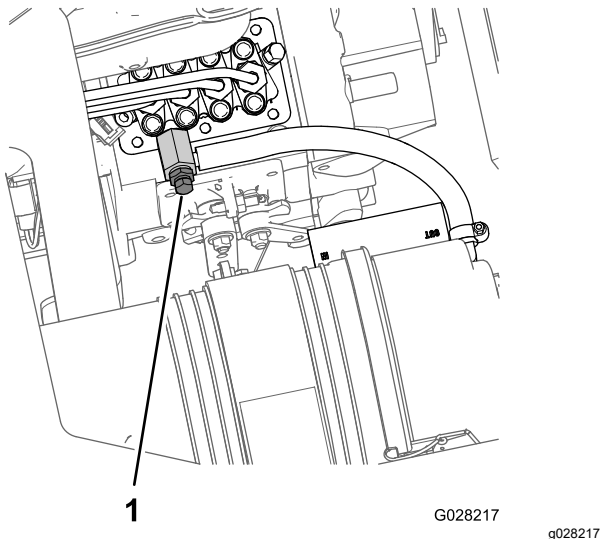

图 80
8. 将放油盘放在发动机燃油喷射泵部位的下方图 80。
11. 让钥匙保持在“开启”位置直到有整股的燃油从排气螺丝周围排出图 80。
12. 拧紧排气螺丝图 80将钥匙转至“关闭”位置。
9. 打开燃油喷射泵图 80上的排气螺丝。